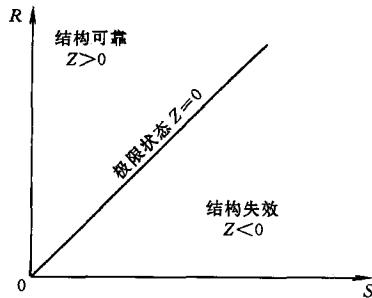

图 1-1-1 结构所处状态
(3) $Z = 0$ ，即结构抗力等于作用效应，意味着结构处于极限状态(见图1-1-1)。